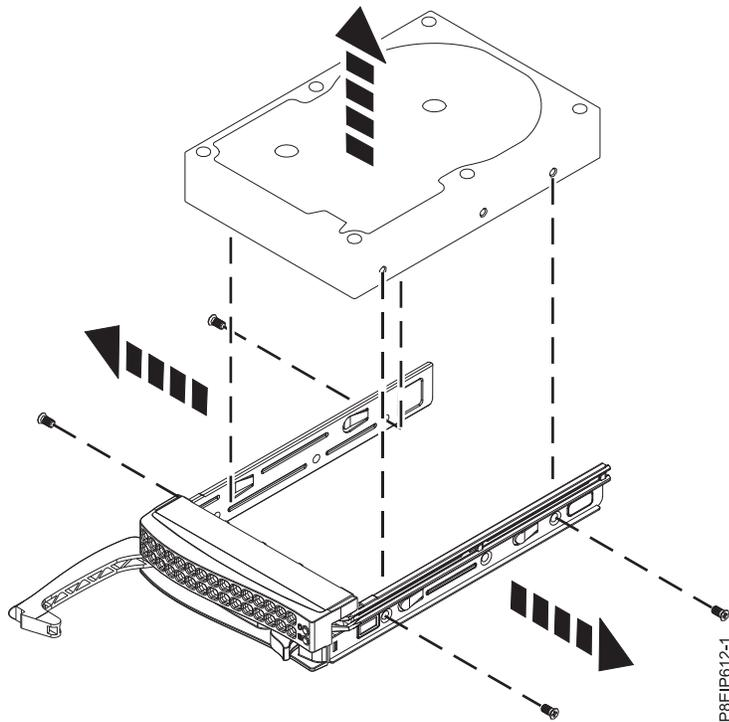

Figura 2. Extracción de la unidad de disco de 3,5 pulgadas de la bandeja de unidad
7. Extraiga una unidad de disco de la bandeja de unidad. Despegue la unidad de disco de los laterales de la bandeja de unidad quitando cuatro tornillos (dos en cada lado), tal como se muestra en la Figura 2 en la página 5.